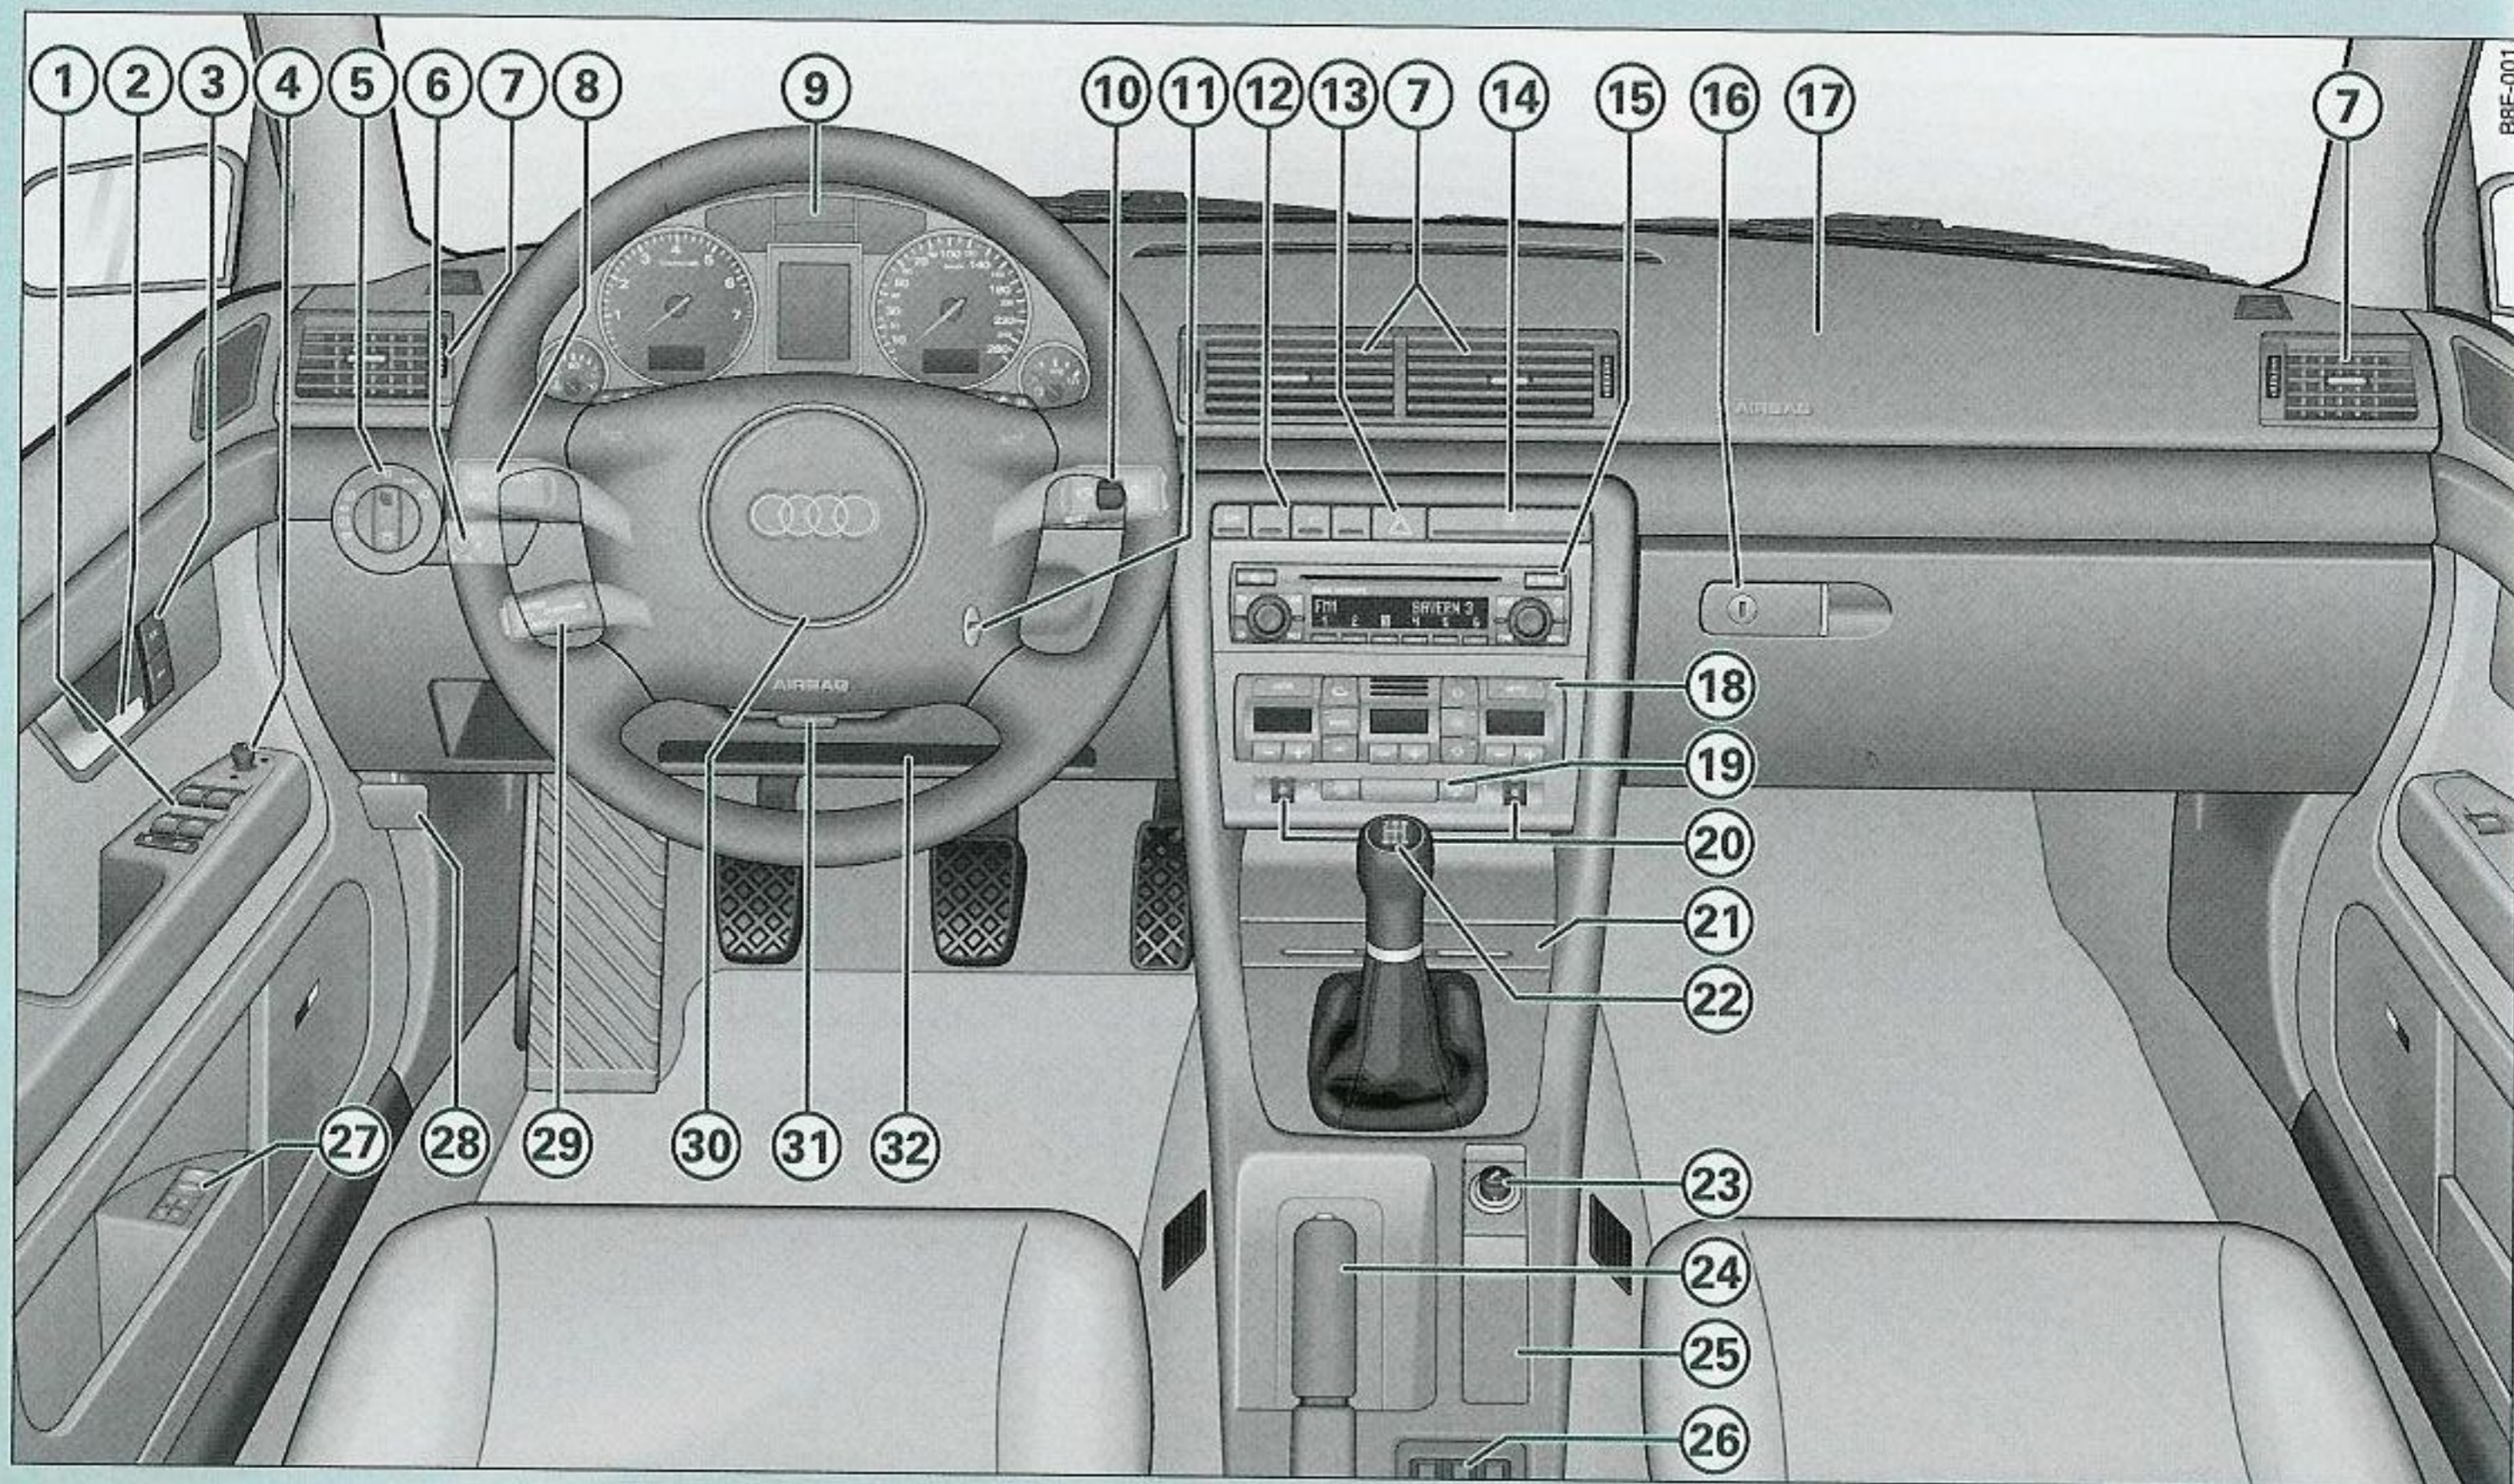

Fig. 1 Algunos de los equipamientos relacionados en la figura pertenecen sólo a determinadas versiones del modelo o son simplemente equipos opcionales.
- En vehículos dotados de volante a la derecha*, la disposición de los elementos de mando difiere parcialmente de la que se muestra en la figura ⇒ *página 10*, fig. 1. No obstante, los símbolos de los elementos de mando son iguales. ■